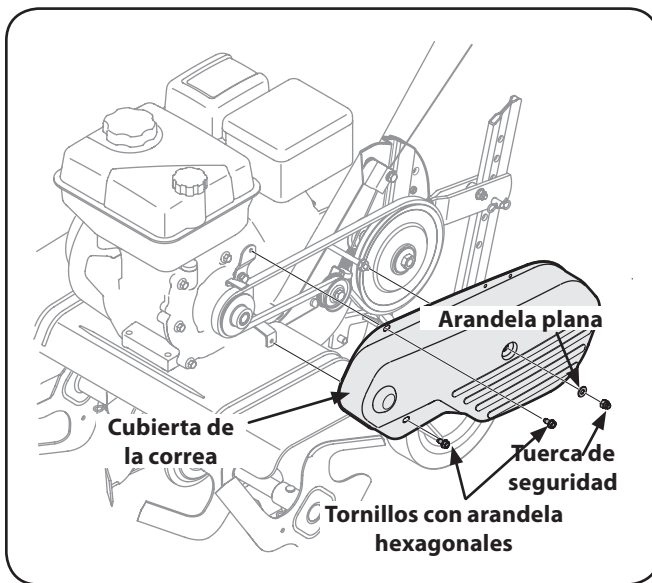

Figura 1-1
2. Retire la cubierta de la correa desde el lado izquierdo de la cultivadora retirando los dos tornillos con arandelas hexagonales y la tuerca y arandela de seguridad. Vea la Figura 1-1.